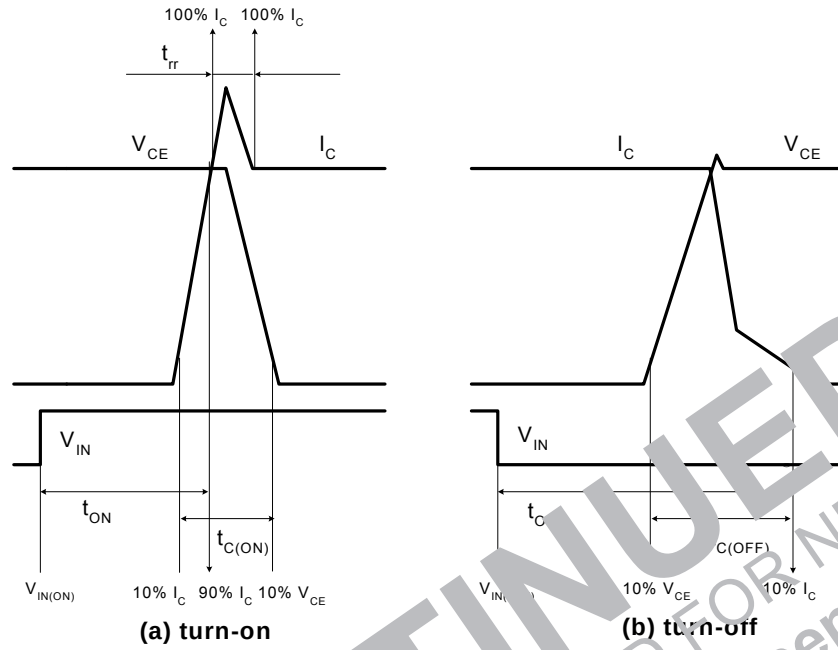

图 4 开关时间的定义
3. t_{ON} 和 t_{OFF} 包括模块内部驱动 IC 的传输延迟时间。 $t_{C(ON)}$ 和 $t_{C(OFF)}$ 指在内部栅极驱动条件下 IGBT 本身的开关时间。详细信息, 参见图 4。**控制部分**